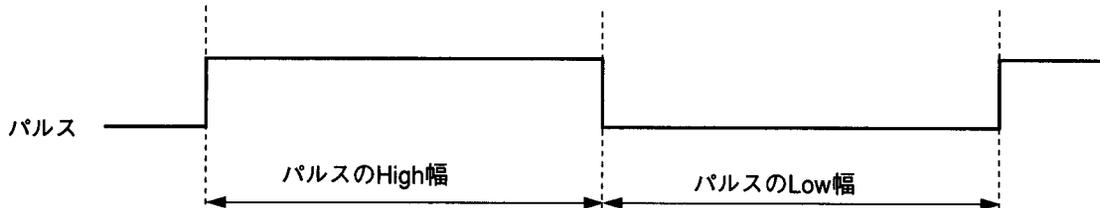

図2.1.1 パルス幅測定タイミング
- (1) 図2.1.1に示すように、パルスのHigh幅およびLow幅の時間を測定し、結果をRAMに格納します。
- (2) 28.7MHz動作時、パルスのHigh幅およびLow幅は34.8nsから2.28msまで34.8ns単位で測定可能です。